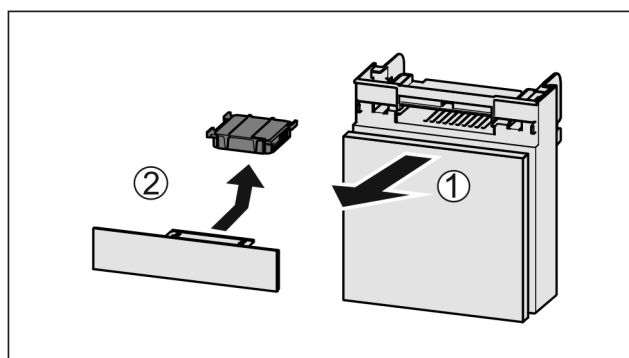

Fig. 128
- ▶ Потягніть Fig. 128 (1) відділення вперед.
- ▶ Витягнути Fig. 128 (2) фільтр з активованого вугілля.